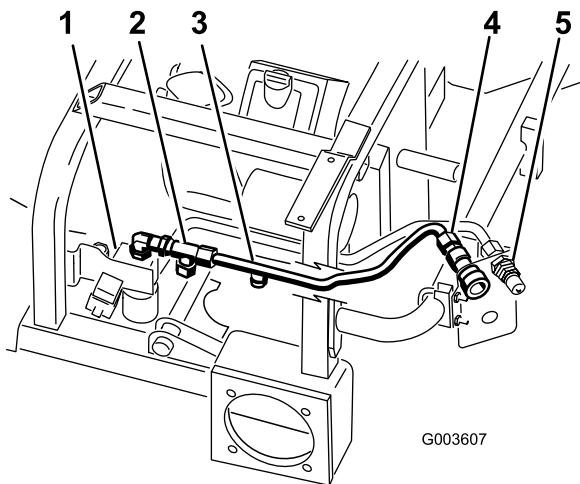

図 16
5. 図 16 に示すように、油圧ライン2番を機体に位置決めする。
6. 90度エルボに組みつけられた T 字フィットティングとバルブ上部とに、油圧ライン2番を接続する 図 16。
7. 油圧ライン2番を、上側のメスのカップラに取り付ける 図 16。